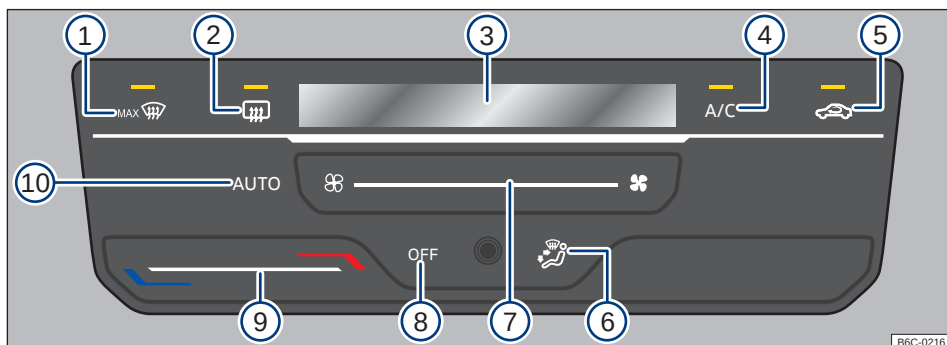

Fig. 82 Comandos do Climatronic.
- *Climatronic*: tocar na superfície de função OFF → Fig. 82 (8).
Ao tocar na superfície de função **AUTO** → Fig. 82 (10) é possível ligar o modo automático do Climatronic.
manualmente → Fig. 82 (7) ou com a alteração da distribuição de ar através da superfície de função → Fig. 82 (6).
- *Climatronic*: tocar na superfície de função **A/C** → Fig. 82 (4) para ligar e desligar o funcionamento da refrigeração.
- *Climatronic*: deslizar o dedo sob a superfície de função → Fig. 82 (9).
No display do Climatronic → Fig. 82 ③ é indicada a temperatura ajustada.
- *Climatronic*: deslizar o dedo sob a superfície de função → Fig. 82 ⑦.
- *Climatronic*: tocar na superfície de função  → Fig. 82 ⑤.
- *Climatronic*: tocar na superfície de função → Fig. 82 ⑥ para posição desejada, a distribuição selecionada será indicada no display ③.
- *Climatronic*: tocar na superfície de função  → Fig. 82 ①.
- *Climatronic*: tocar na superfície de função  → Fig. 82 ②.